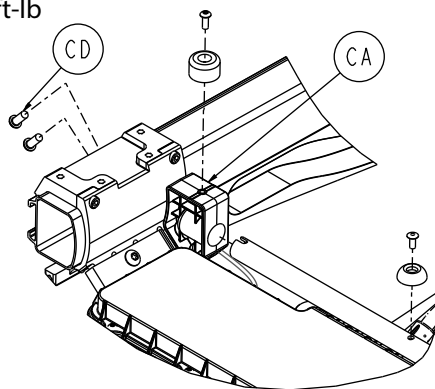

Figure 38 – Retirer le boîtier du pare-chocs du relève-jambes
8. À l'aide d'une clé Torx T27, retirer les deux vis d'assemblage à tête ronde (CD) qui fixent le boîtier du pare-chocs du relève-jambes (CA) au support de fixation (Figure 38). Retirer et conserver le boîtier de pare-chocs du relève-jambes. Conserver les vis. Répéter pour l'autre côté.